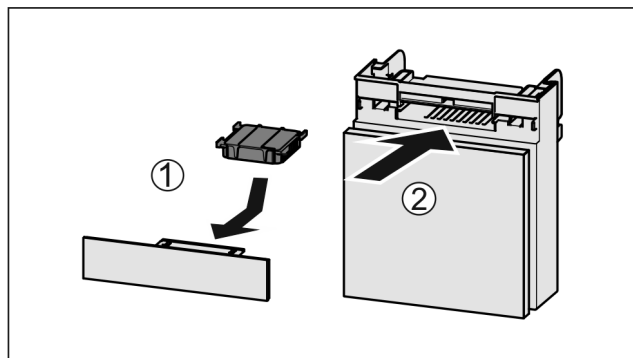

Fig. 124
- Filtr s aktivním uhlím vložte podle vyobrazení Fig. 124 (1).
- Zásuvku zasuňte Fig. 124 (2).